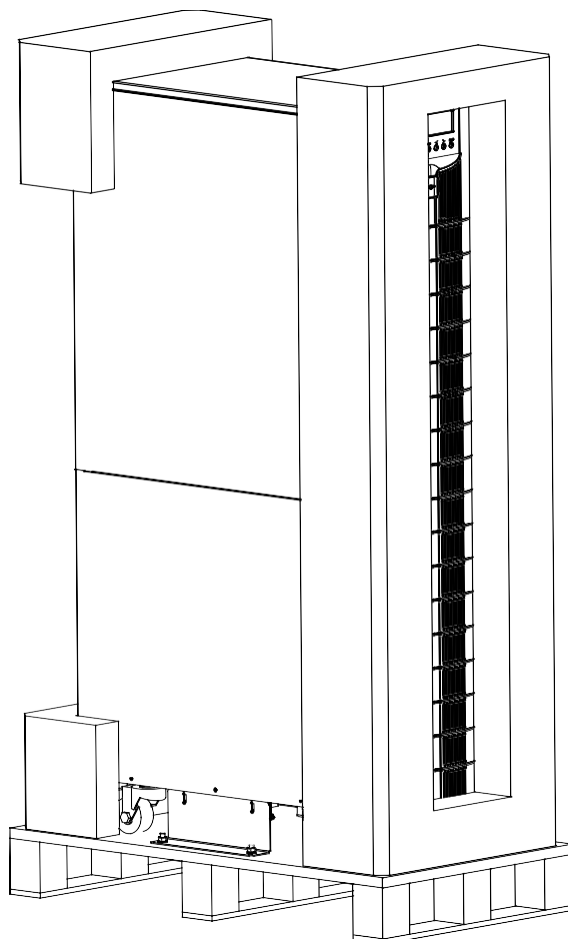

Рис. 3-6 Снятие ящика
3. Снимите упаковку (см. Рис. 3-6).